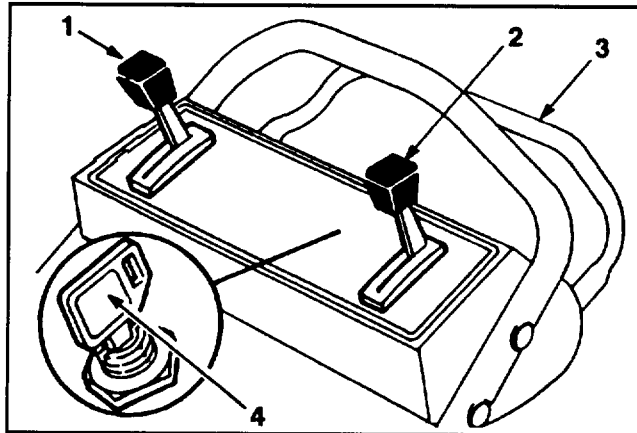
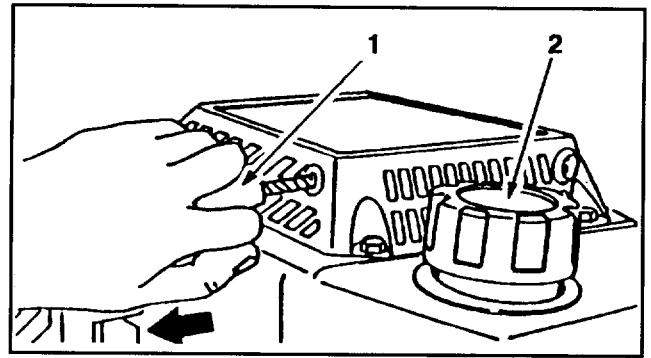

Abbildung 9
Abbildung 10
1. Rund um den Kraftstofftankverschluß reinigen und die Kappe vom Tank entfernen (Abb. 10). Bei bleifreiem Benzin den Kraftstofftank bis 6-13 mm unter den Einfüllstutzen füllen.
STEURVORRICHTUNG—Startschlüssel (Elektrostart-Modell), Gashebel, Geschwindigkeitshebel und Antriebshebel befinden sich am oberen Griff (Abb. 9). Seilstarter befindet sich am Motoroberteil (Abb. 10).
2. Geschwindigkeitskontrolle auf "N" stellen (Abb. 9).
3. **STARTEN MIT E-START** – Den Gashebel auf CHOKE stellen (Abb. 9). Den Schlüssel auf START drehen (Abb. 9) und loslassen sobald der Motor läuft. Den Gashebel auf SCHNELL  stellen oder die gewünschte Geschwindigkeit einstellen. Ist die Batterie entladen, kann der Motor mit dem Seilstarter gestartet werden (Abb. 10).
6. **STOPPEN** (Abb. 9) – Zum Stoppen des Fahrbetriebs den Antriebshebel loslassen. Bei Selbstantriebsmodellen den Geschwindigkeitshebel auf "N" stellen. Zum Stoppen des Motors den Gashebel auf OFF (AUS) stellen. Schlüssel aus dem Schalter entfernen (Startschlüssel-Modell) bzw. Draht von Zündkerze ziehen, wenn der Mäher unbeaufsichtigt oder nicht in Gebrauch ist.